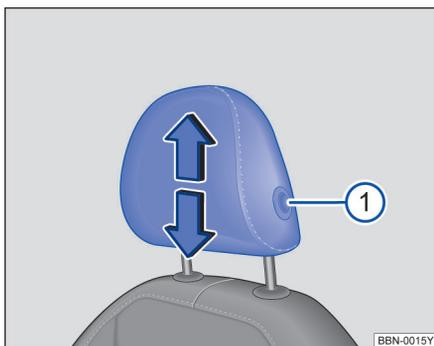

图 41 调整前排头枕
- 按住按钮⇒图 41①，同时沿箭头方向上推或下压头枕即可将头枕调整至合适高度⇒.